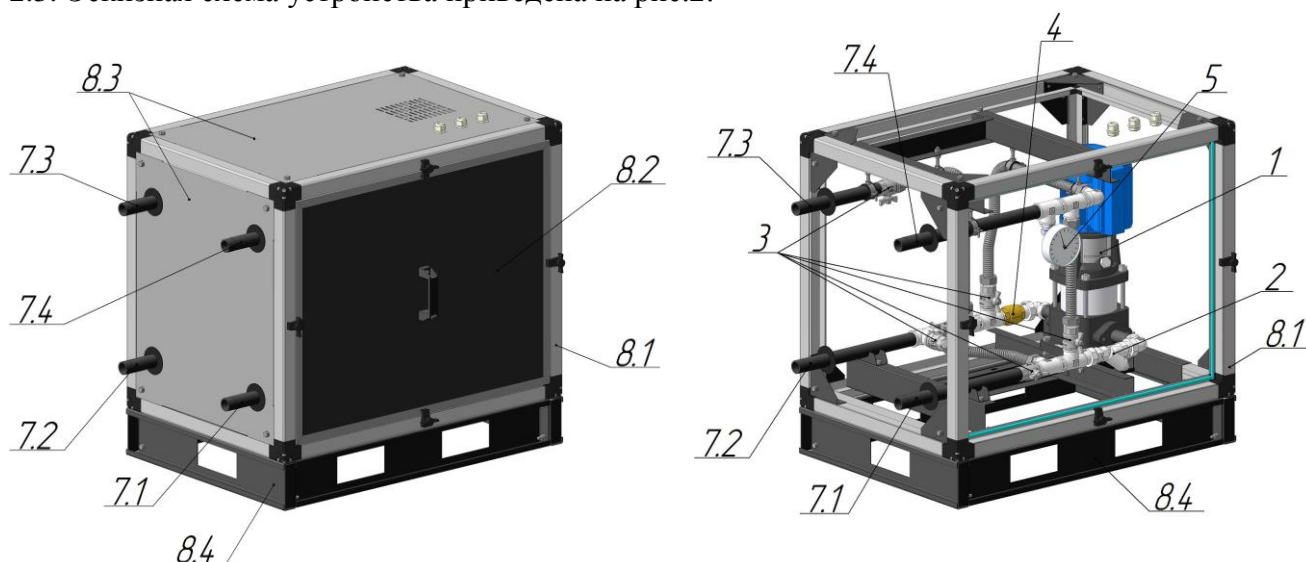

Рис. 2 Эскизная схема устройства
2.3. Эскизная схема устройства приведена на рис.2: